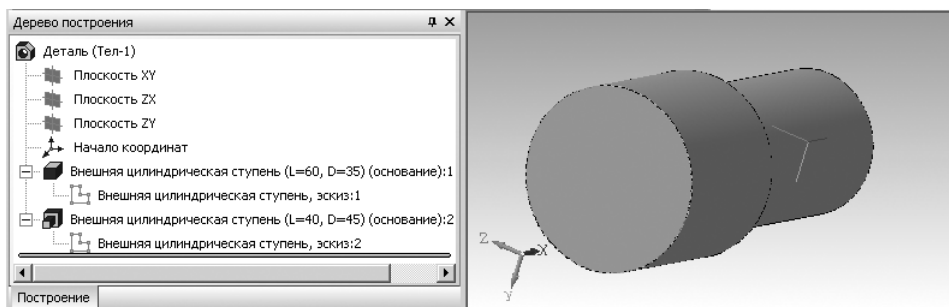

Рис. 3.84. **Дерево построения** и внешний контур первой и второй ступеней трехмерной модели
- щелкните на панели инструментов по кнопке  – **ОК**. Появится внешний контур трехмерной модели второй ступени, см. рис. 3.84. Одновременно в **Дереве построения** появятся соответствующие ветви второго построенного элемента.